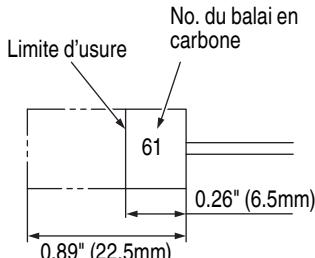

Fig. 6
4. Inspection des balais en carbone (Fig. 6)
Utiliser le balai en carbone metabo HPT No. 61 indiqué sur la Fig. 6.